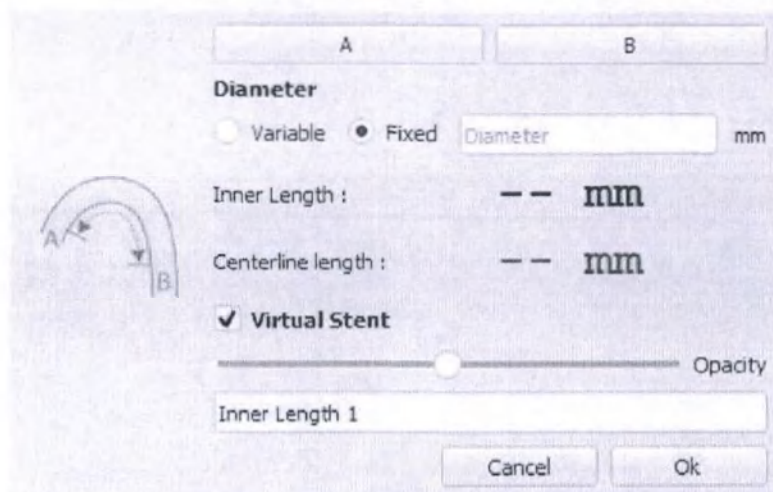

Рисунок 14: Всплывающее окно Внутренняя длина
- Внутренняя длина (Inner length): на виде 3D, расположите и подтвердите точки A и B, нажав на соответствующие кнопки (Рисунок 14). Диаметр может быть переменным (основываясь на диаметре полости) или постоянным (по умолчанию).